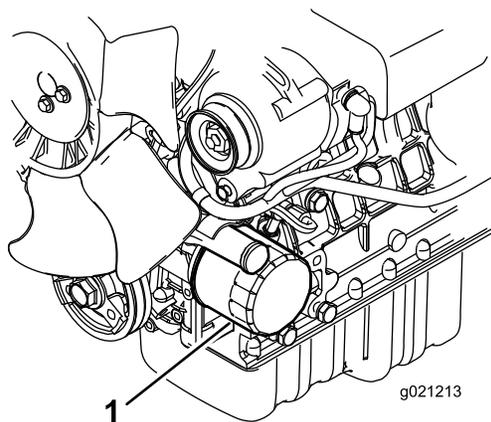

Figure 49
3. Déposez le filtre à huile (Figure 49).